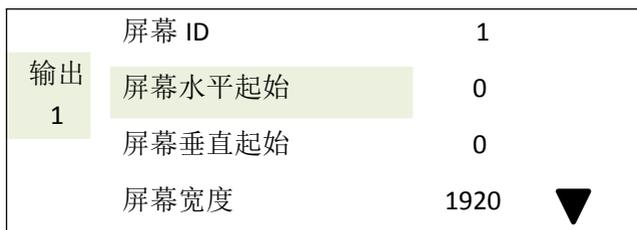

图 2.9.3
- 自定义拼接—轻触按键，进入自定义拼接下级菜单，如图 2.9.3，可通过图层区按键选择不同的输出口